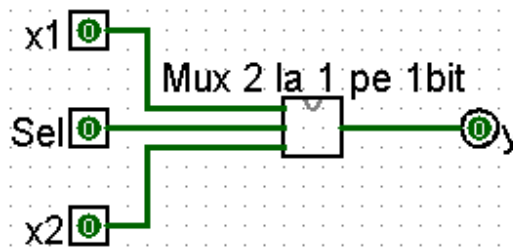

Figura 9 – Conectarea modulului simplu mux\_2la1\_1bit cu intrări și ieșire.
**Pasul 3.** Se vor conecta semnale la intrările și ieșirea modulului mux\_2la1\_1bit. După ce am executat pasul trei, ar trebui să vedem același lucru ca în figura 9.
Să se completeze tabelul de adevăr pentru multiplexorul 2 la 1 pe 1 bit din figura 9. Tabelul de adevăr este reprezentat mai jos
Tabel 1 – Tabel de adevar pentru multiplexorul 2 la 1 pe 1 bit din figura 9.